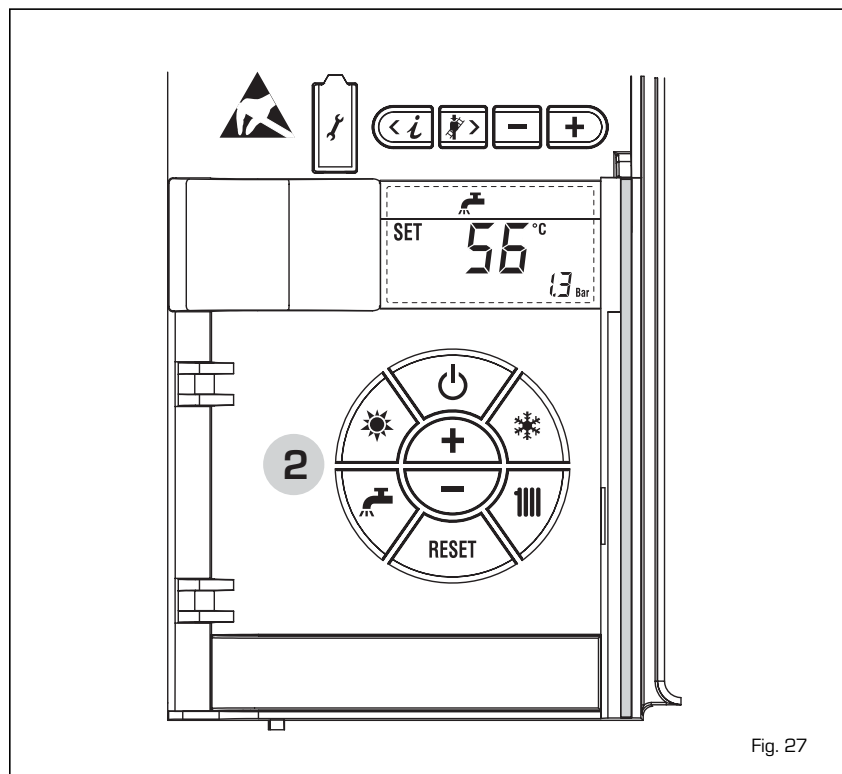

Fig. 27
**REGULATION OF THE D.H.W. TEMPERATURE (fig. 27)**